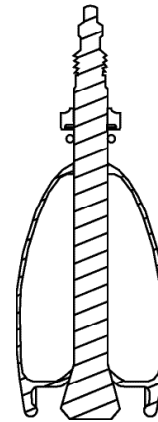

Fig. 1 - A
- Quitar la contratuerca (Fig. 1 - A) que está enroscada en las roscas de la válvula exterior.
- Vuelva a enroscar la contratuerca que retiró anteriormente (fig. 1 - A) en la válvula, de modo que la válvula se mantenga en su lugar con respecto a la llanta.